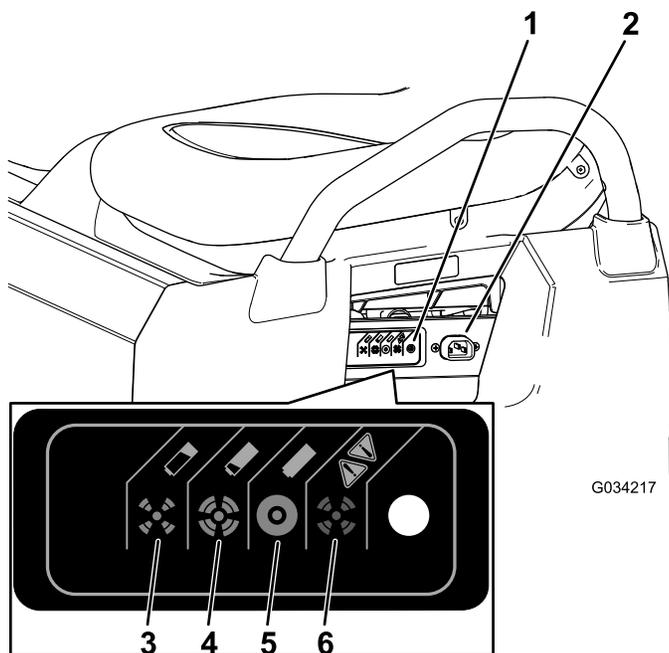

Рисунок 38
3. Подсоедините зарядный шнур типоразмера **16 (или большего диаметра), длиной 2,5 м (или более короткий)** к зарядной розетке автомобиля (Рисунок 38).
Информацию о значении различных цветов индикатора статуса зарядного устройства см. в следующей таблице и на Рисунок 38.